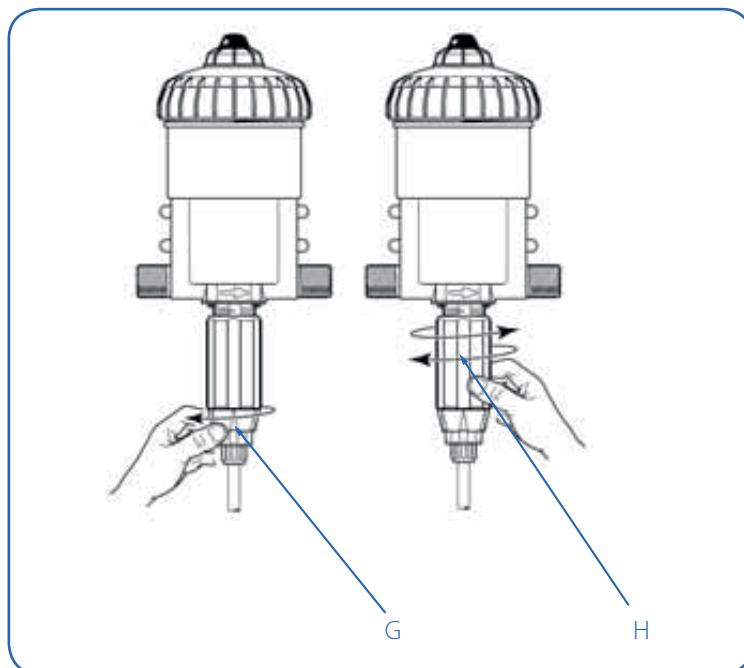

Fig.12.
- Desenroscar el anillo de bloqueo (Fig. 12-G).
- Enroscar o desenroscar el anillo de regulación (Fig. 12-H) haciendo corresponder la parte superior del anillo de regulación con el valor deseado de la regleta de regulación.
- Enroscar el anillo de bloqueo (Fig. 12-G).